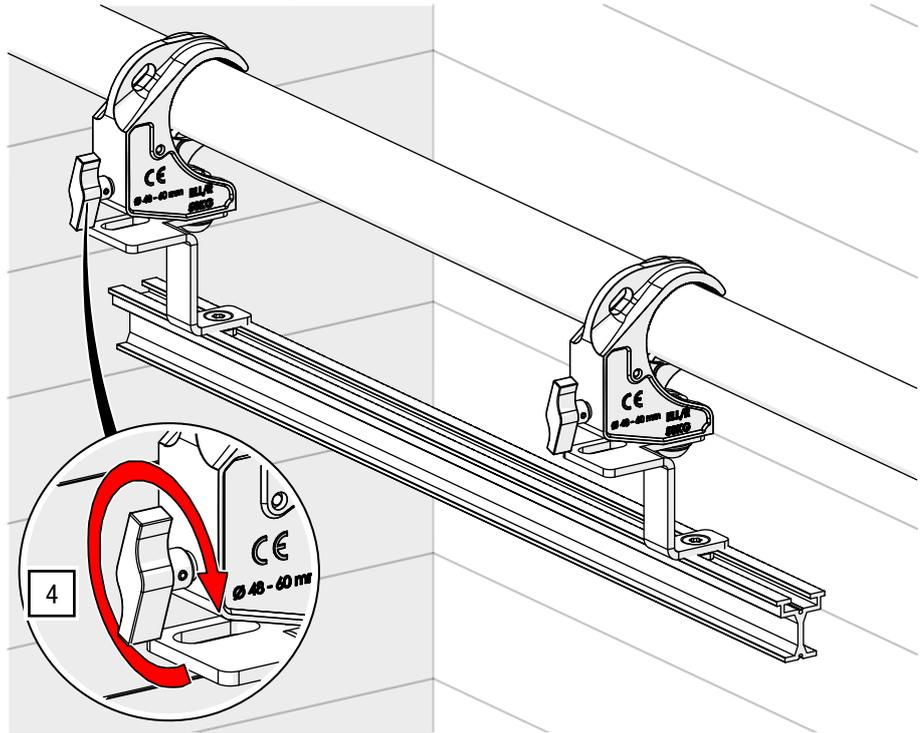

Abb. 66: G-CLAMP direkt – auf Rohr befestigen
4. Befestigen Sie die G-CLAMP handfest am Rohr (siehe Abb. 66).